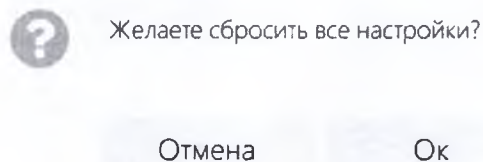

Рис. 3.98 – Сброс настроек
3.14.2.8 Для возвращения к стандартным настройкам нажмите кнопку  и нажмите «ОК» в всплывающем окне настроек по умолчанию (рис. 3.98).